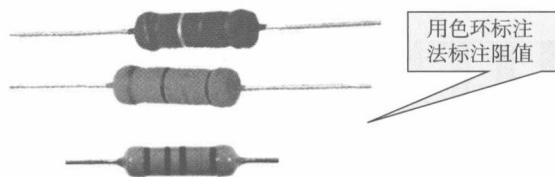

图 2-1-4 金属膜电阻器的实物图
2) 金属膜电阻器的图形符号为—□—，电路中通常标为  $R$  或  $RJ$ ，用真空蒸发的方法将合金材料蒸镀于陶瓷棒骨架表面。金属膜电阻器比碳膜电阻器的精度高，稳定性好，噪声、温度系数小，在仪器仪表及通信设备中大量采用。金属膜电阻器的实物图如图 2-1-4 所示。